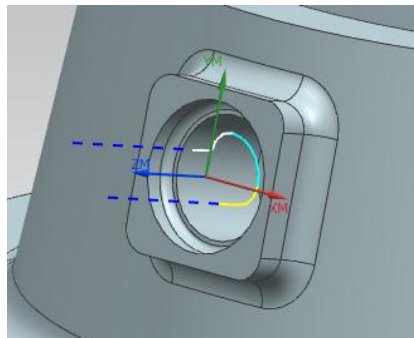

Рисунок 62 Траектория резания
5. Нажмите «Генерировать»  (рисунок 62).